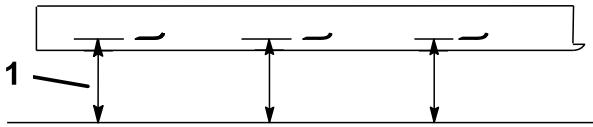

Figura 61
2. Mida desde una superficie nivelada hasta el filo de corte, posición A, de las cuchillas (Figura 61). Anote esta dimensión.